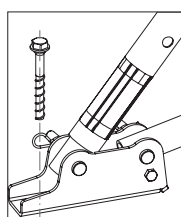

Fig. A4.03a
3. Fissare le piastre di base dei puntelli di stabilizzazione e dei bracci regolabili su un fondo portante, per esempio con viti di ancoraggio PERI 14/20x130, Art.-Nr. 124777. (Fig. A4.03a)